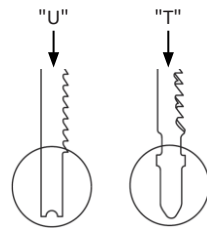

Fig. 7
- Esistono due tipi di testa della lama, come illustrato nella fig. 7. Scegliere sempre lame con testa a "T" per questo utensile.